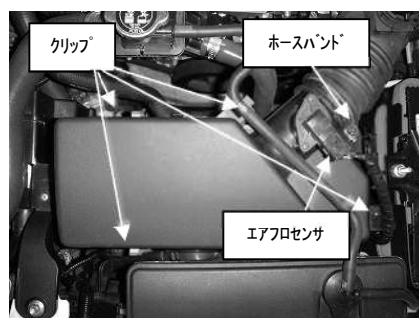

図 2
- 2)クリップ類 4ヶ所、エアフロセンサーを取り外し、純正ホースバンドを緩めて下さい。図 2 参照